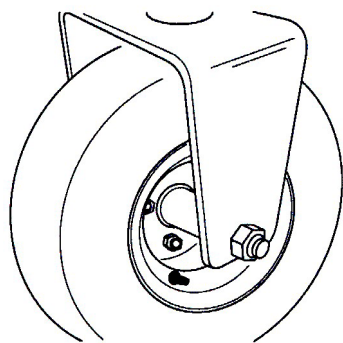

図 5
4. ボルトの頭のL字状の部分をキャスト・フォークに引っ掛ける。ロックナットを取り付けて締め付け、車輪をキャスト・フォークに固定する (図5)。